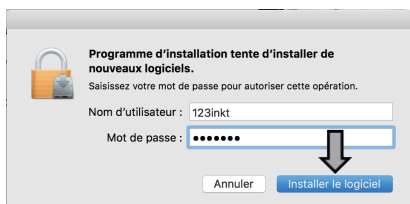

Fig.4
④ Dans l'interface de l'installateur, une authentification est requise, puis cliquez sur « Installer le logiciel » et attendez que l'installation du pilote soit terminée (voir les Figures 4 et 5).